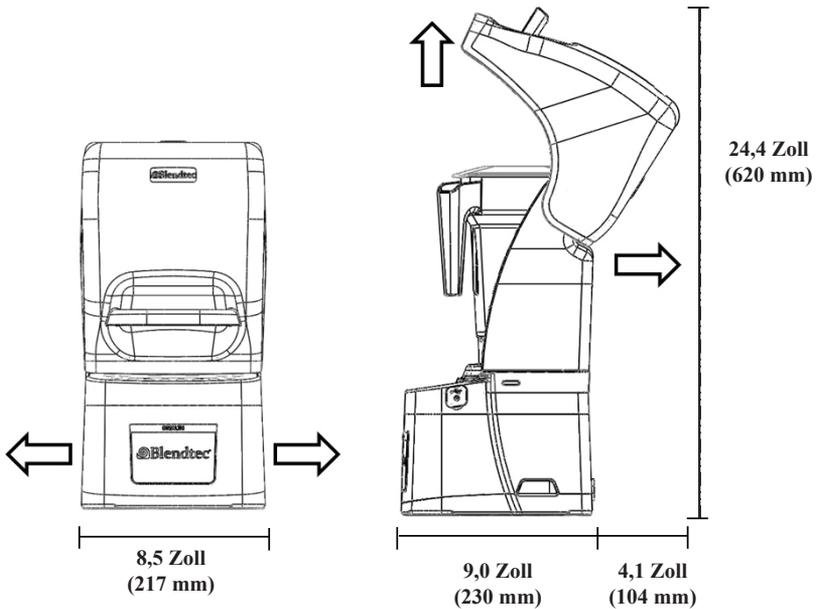

Abbildung 5. Mixerabmessungen
- Stellen Sie genügend Freiraum über und rund um die Einheit sicher, damit die Schallschutzabdeckung ungehindert bewegt werden kann (die Abmessungen können Sie der Abbildung 5 entnehmen).
Hinweis: Sie können Ihren Blendtec Stealth an derselben Stelle wie Ihren vorherigen in die Arbeitsfläche eingesetzten Blendtec-Mixer montieren. Beachten Sie hierbei lediglich, ausreichenden Raum für die Schallschutzabdeckung vorzusehen (die Abmessungen können Sie der Abbildung 5 entnehmen).
- Stellen Sie sicher, dass der Ort alle Abmessungsanforderungen erfüllt (siehe Abbildung 5 und 6).